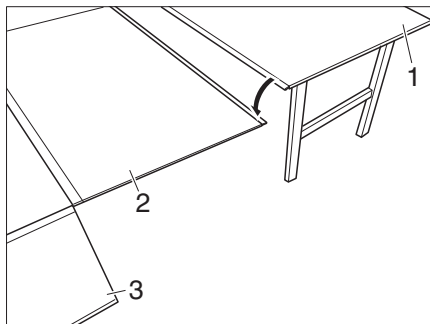
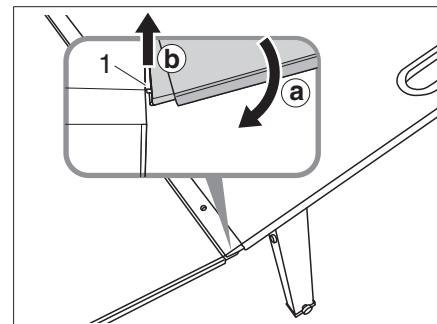

Figure 29 Accrocher la rallonge de table
Figure 30 Accrocher la table
- Placer la rallonge de lit (Figure 29, 2) sur le rail (Figure 30, 1) de la Campbox et la déplacer vers le bas (Figure 30, a).
- Soulever les deux rails au niveau du point de raccordement (Figure 30, b). Les rails s'engagent les uns dans les autres.
- Engager la table (Figure 29, 1) dans la rallonge de table (Figure 29, 2) de la même manière (Figure 30).